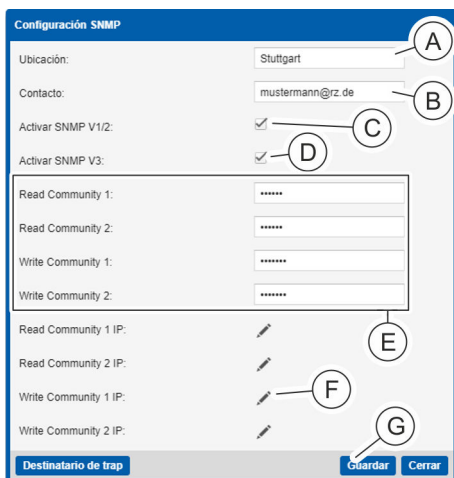

Fig. 137: Ventana "Configuración SNMP"
2. En la ventana "Configuración SNMP", introduzca la ubicación (Fig. 137/Ⓐ) y los datos de contacto (Fig. 137/Ⓑ).
3. En caso necesario, haga clic en la casilla de verificación "Activar SNMP V1/2" (Fig. 137/Ⓒ).
4. En caso necesario, haga clic en la casilla de verificación "Activar SNMP V3" (Fig. 137/Ⓓ).
5. En caso necesario, introduzca una comunidad de lectura o escritura SNMP (Fig. 137/Ⓧ).
6. En caso necesario, haga clic en un símbolo de lápiz (Fig. 137/Ⓧ) para configurar el control de acceso a SNMP.
10. ➤ Confirme la introducción con el botón "Guardar" (Fig. 137/Ⓒ).